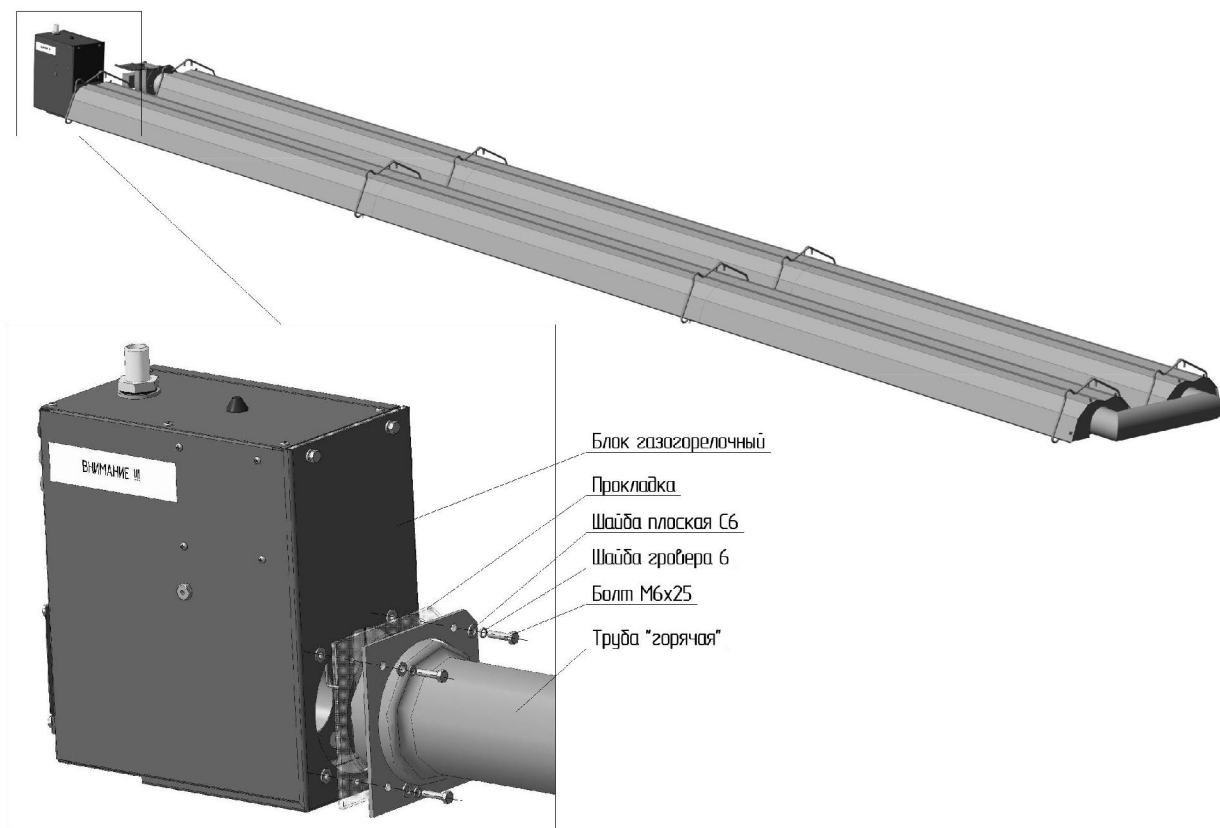

Рисунок 12 Установка блока газогорелочного
- Установить блок газогорелочный на фланец горячей трубы (см. рисунок 12).